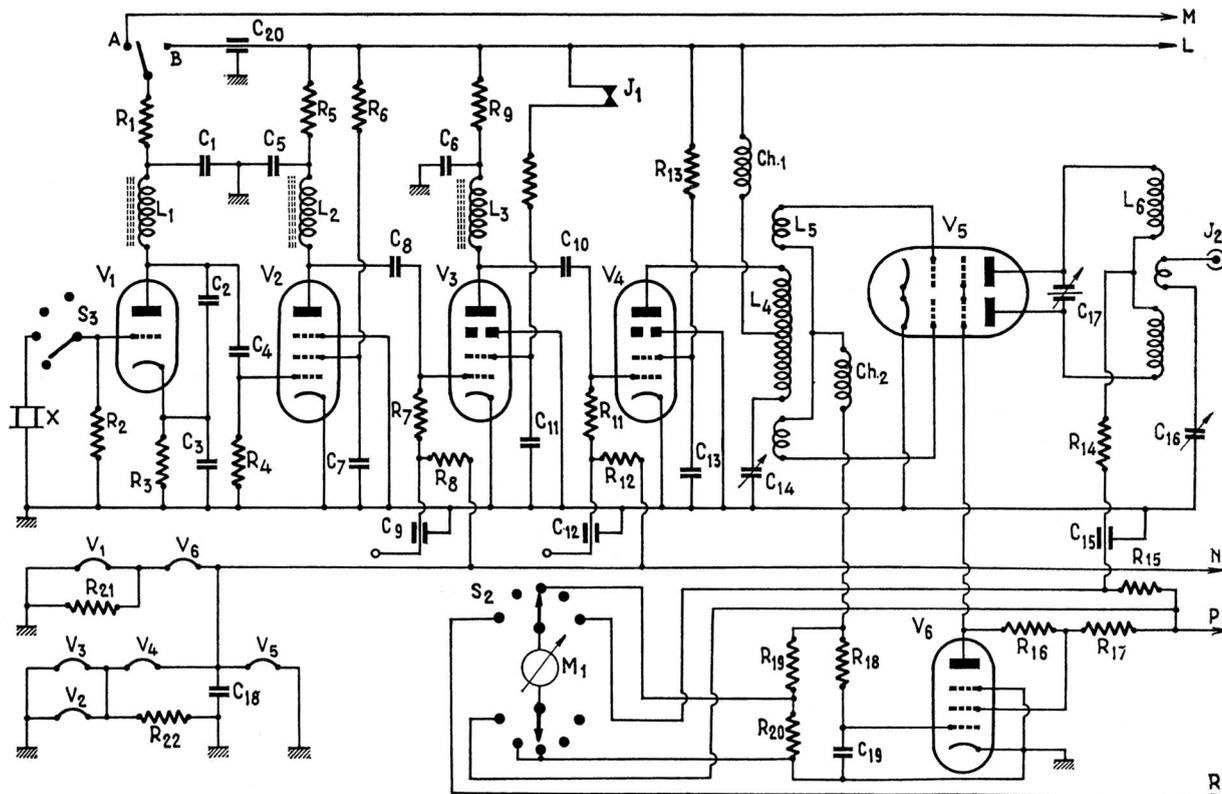

Fig. 1
1. — EMETTEUR (fig. 1)
VALEURS DES ELEMENTS DU SCHEMA DE LA FIGURE 1